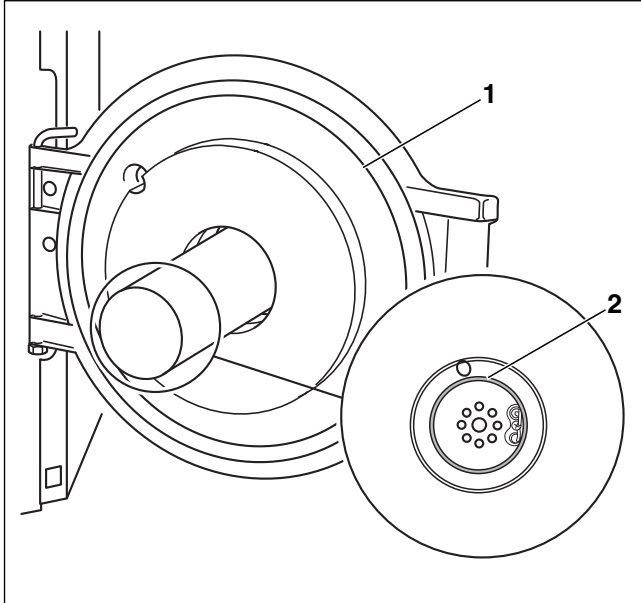

Bild 56 Korrekten Sitz des Mischsystems prüfen
- ▶ Bei geöffneter Brennertür (→ Bild 56, [1]) wie bei der Inbetriebnahme den korrekten Sitz der Dichtung (→ Bild 56, [2]) kontrollieren.
- ▶ Brennertür (→ Bild 56, [1]) schließen und Befestigungsschrauben der Brennertür festziehen.